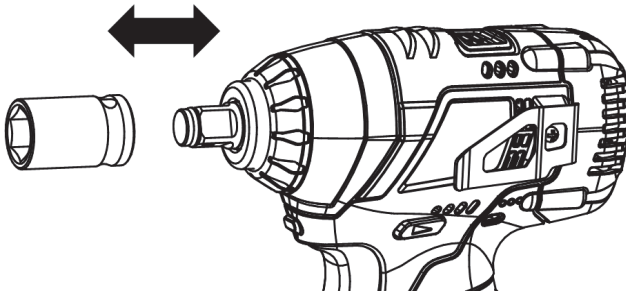

Fig. 4
1. Insérez une douille dans l'enclume. (voir Fig. 4)
Suivez toujours la procédure ci-dessous pour retirer une douille. Retirez la douille de l'enclume directement. (voir Fig. 4)